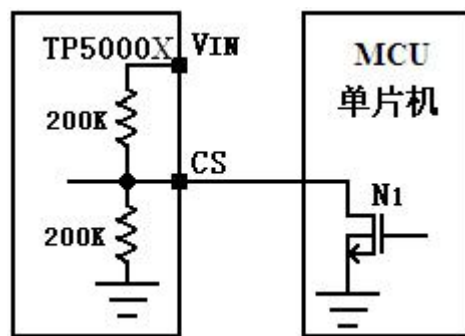

图 7 受外部控制的磷酸铁锂电池充电状态与停机状态的切换
3.6V 磷酸铁锂电池充电状态与停机状态的切换。如图 7 所示，如果 NMOS 管栅极输入低电平，N1 截止，此时 CS 端悬空，则充电截止电压为 3.6V，TP5000X 为磷酸铁锂电池充电。当 NMOS 管栅极输入高电平，N1 导通，CS 端被下拉到 GND，TP5000X 为停机模式。